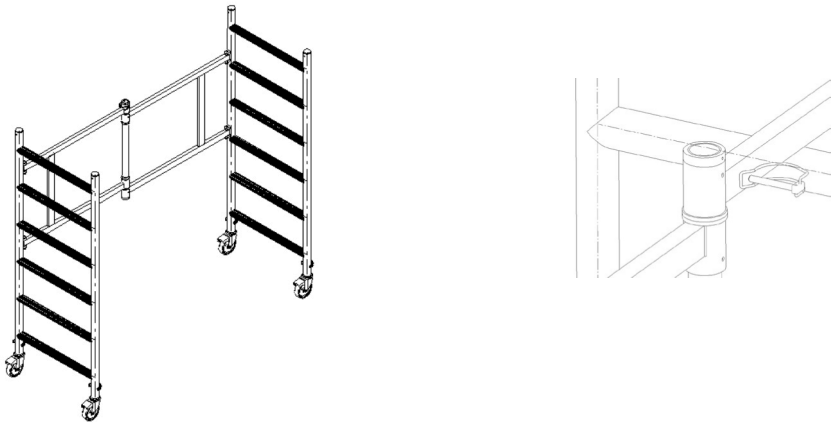

Rys. 3. Montaż bramki
2. Za pomocą kluczy zawartych w zestawie należy zamontować bramkę do drabin. Pamiętać o zamontowaniu podkładek (Rys. 3).